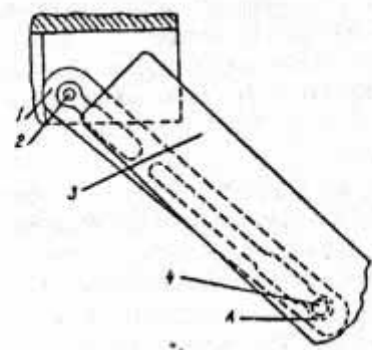

Рис.4. Схема расположения ограничителя двери (вид сверху):
5.7. Если ограничитель двери 1 (рис.4) имеет конфигурацию отверстий, показанную на рис.4, при необходимости ограничения угла открывания двери на 90° снимите ограничитель двери с оси 2 и, повернув его вокруг оси 4 на 180° , наденьте на ось 2 отверстием А.